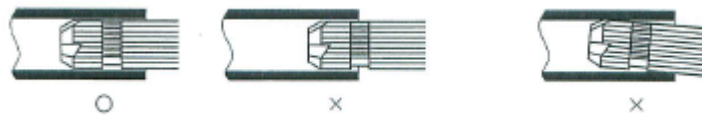

図 3
- ・ 偏芯歯よりも必ず深く管に入れてください。また、管とレンチがこじれた状態で入れないでください。(図 3)